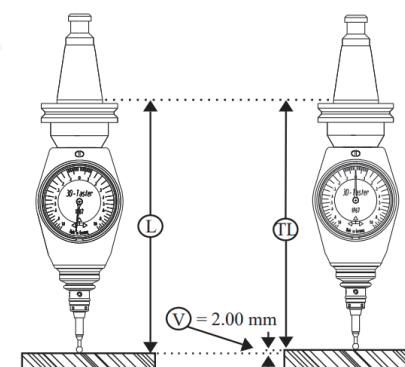

Fig. 1
---Confirme o comprimento total efetivo TL da mesa 3D (Fig. 1)